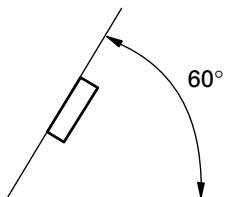

Рис. 4
- Если установить устройство под углом более 60°, качество работы устройства, возможно, не будет оптимальным. (Рис. 4)